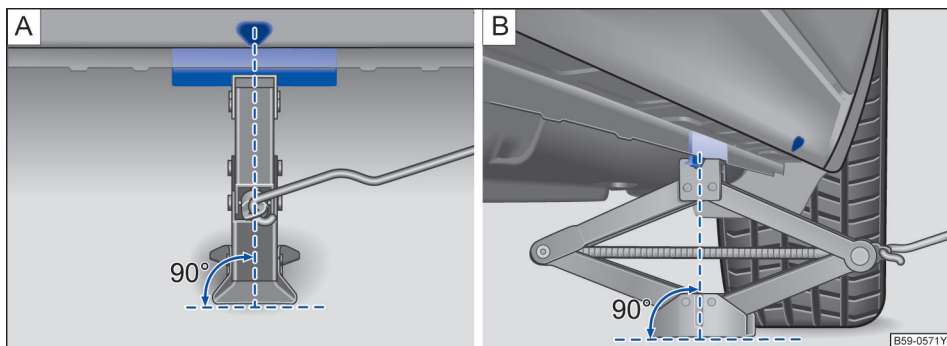
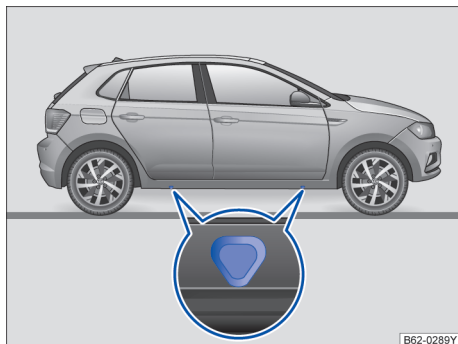

图 156 将千斤顶放在汽车左后侧
图 157 汽车千斤顶的支撑点
汽车千斤顶只允许放置在图示支撑点（车身上的标记）处→图 156 或 →图 157。在每个车轮旁都有相应的支撑点 →▲。
- ✓ 在车身底部下方找到离更换的车轮侧的千斤顶支撑点→图 156。